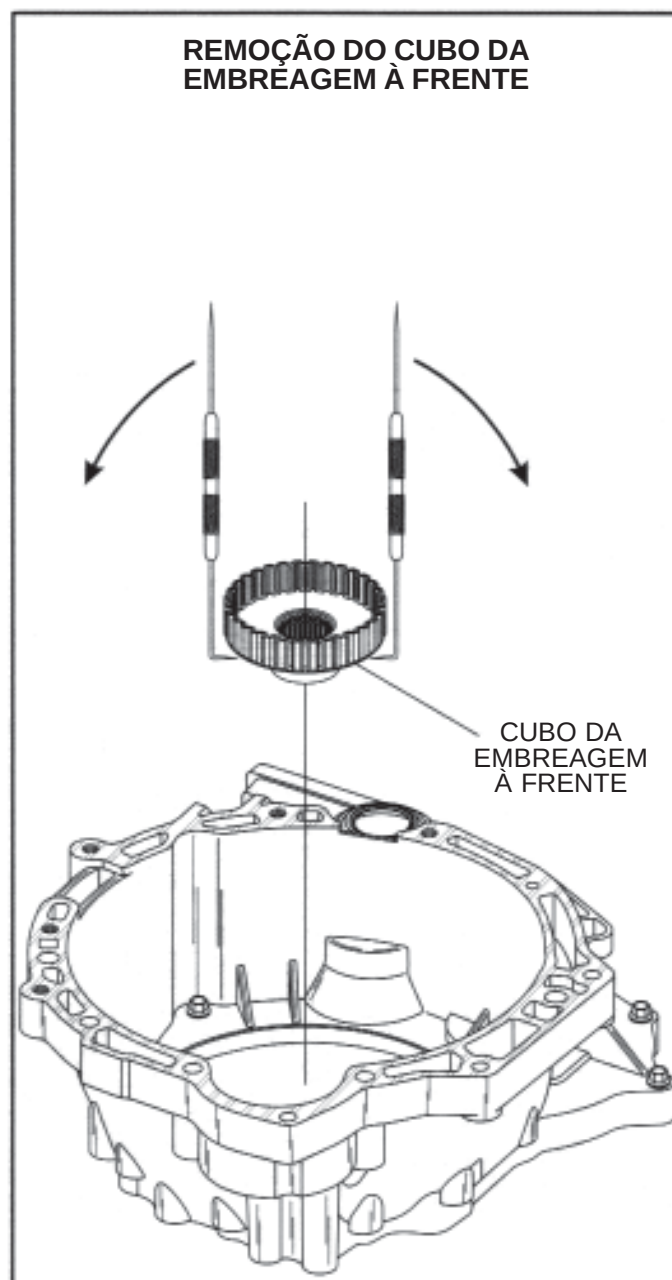

Figura 23
6. Remova da transmissão o cubo da embreagem à frente utilizando duas punções como alavancas para desencaixar o cubo do anel trava, conforme ilustrado na Figura 23.